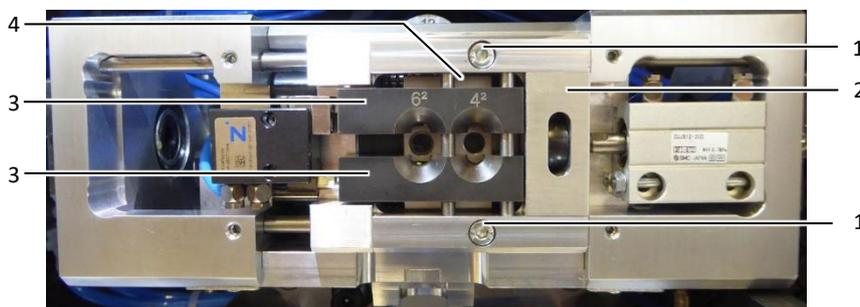

Fig. 6: Ganasce di centraggio terminali
- Allentare le viti di fissaggio (fig. 6, pos. 1).
- Rimuovere le ganasce di centraggio terminali (fig. 6, pos. 3).
Spostare il carrello (fig. 6, pos. 2) a destra o sinistra.